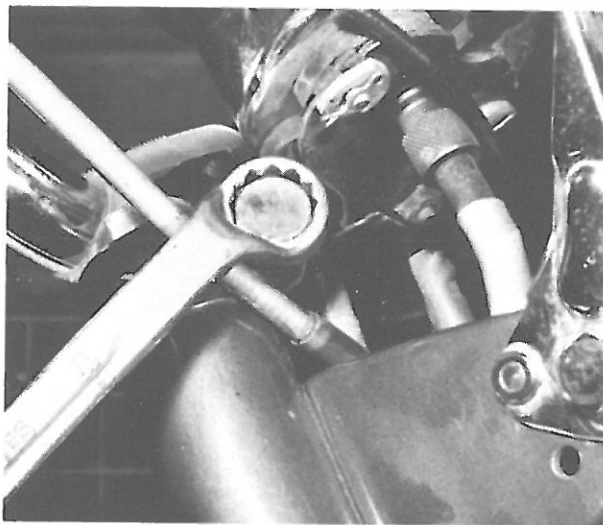

Bild 178
- Zentrale Sechskantmutter in der Mitte der oberen Gabelbrücke lösen und mitsamt der angefasten Scheibe entfernen. Drei Klemmschrauben an der oberen Gabelbrücke lösen; zwei halten die obere Gabelstandrohre und eine dient zur Befestigung der Gabelbrücke auf dem Gabelführungsrohr. Nunmehr kann die obere Gabelbrücke nach oben abgehoben werden, wenn nötig mit leichten Hammerschlägen von unten her mit dem Kunststoffhammer (Bild 178).